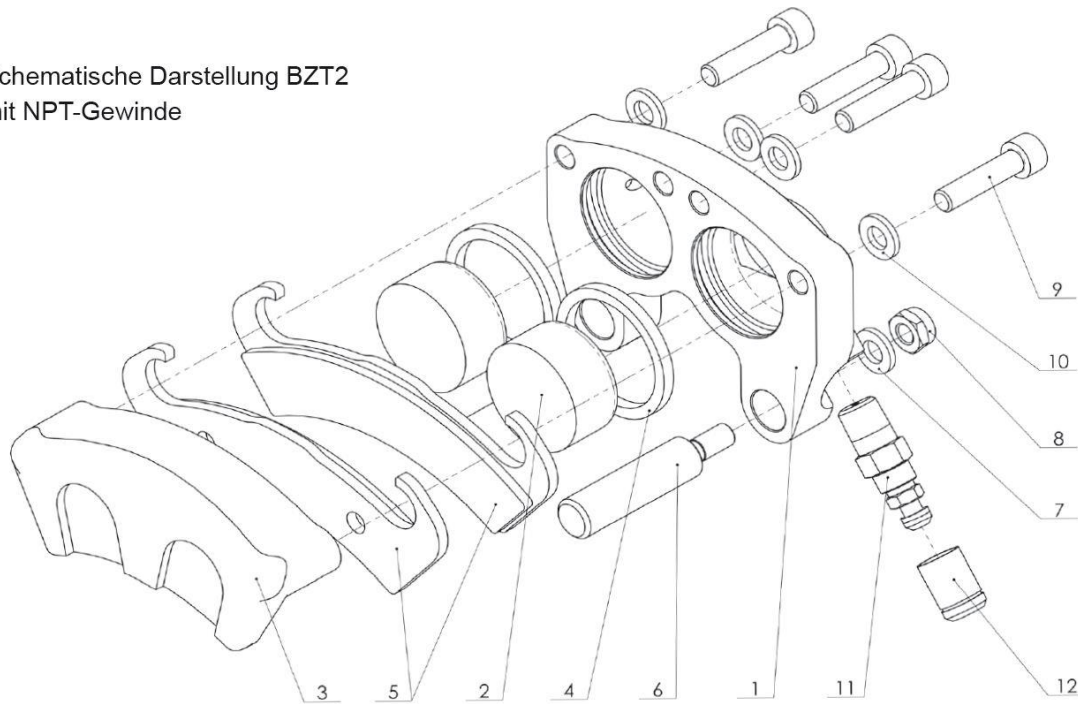

Abbildung 4.1: Aufbau Bremszange / *mounted brake calliper*
4. Gegenplatte (3) mit Bremsbelag (5) aufsetzen und mit Schrauben fixieren. (Siehe Abbildung 4.1)